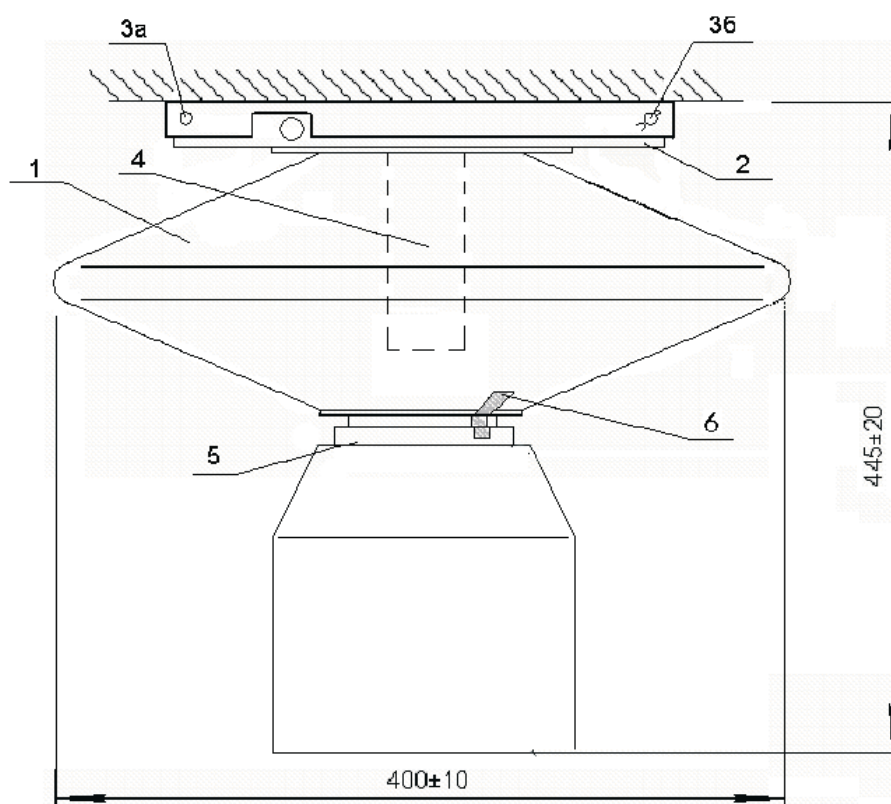

Рис. 1 – Конструкция МПП «Гарант-D»
4.1 Модуль МПП(р)-12-И-ГЭ-УХЛ кат. 3.1 конструктивно состоит из следующих основных элементов (рис. 1):
- корпуса (1), заполненного огнетушащим порошком ПХК ТУ 10968286-06-94 (1);
- узла крепления (2) к крепёжной площадке с двумя осями (3а и 3б);
- газогенератора (4) с электроактиватором;
- узла вскрытия с насадком-успокоителем (5).